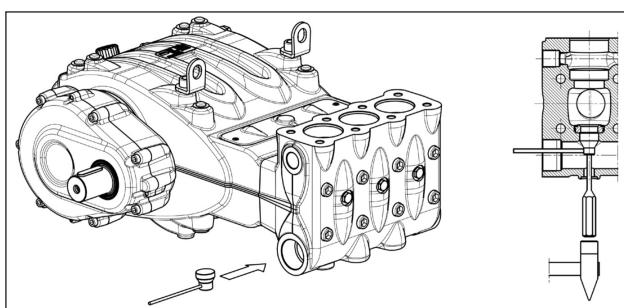

Fig. 102
**En caso de dificultad para extraer el grupo de la válvula de aspiración (por ejemplo, si se han formado depósitos debidos a largos períodos de inactividad de la bomba) utilizar el extractor cód. 27516200, (pos. ①, Fig. 102) y actuar como se indica a continuación.**